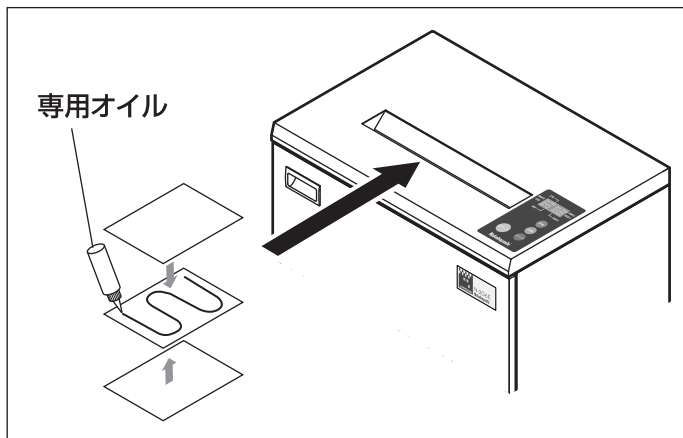

図6 注油方法
- 1.紙の上にオイルを塗布してください。 **図6 参照**